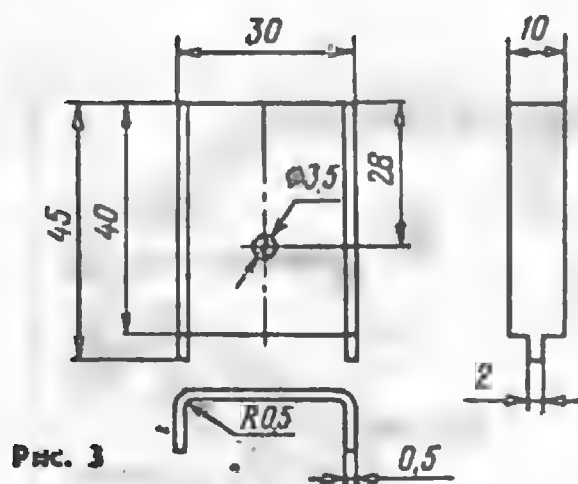

Рис. 3
**Конструкция и детали.** Детали усилителя размещены на печатной плате из фольгированного стеклотекстолита толщиной 1,5 мм (рис. 2). Транзисторы VT11, VT12 предоконечного каскада смонтированы на П-образных теплоотводах (рис. 3), установленных на печатной плате, выходные транзисторы (VT13, VT14) — на теплоотводах с площадью охлаждающей поверхности